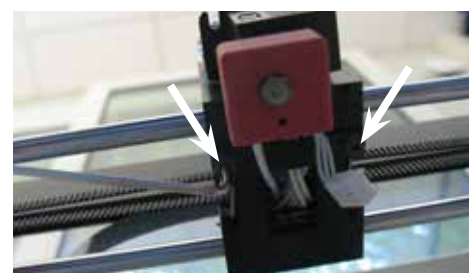

图 75
- ⇒ 松开夹板左侧的螺丝，转大约 1 圈，并拆下右侧螺丝（图 75），